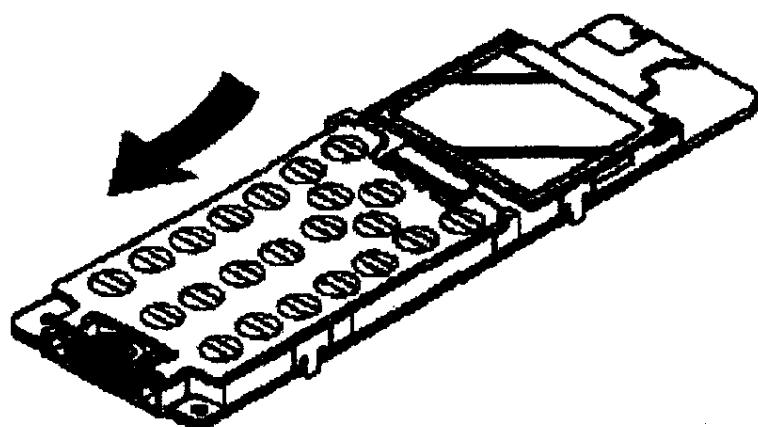

图5 键盘电路板的拆卸
5. 对固定夹的一侧稍加用力，使键盘电路板向I/O连接器按钮方向移动，直至离开底板（见图5）。